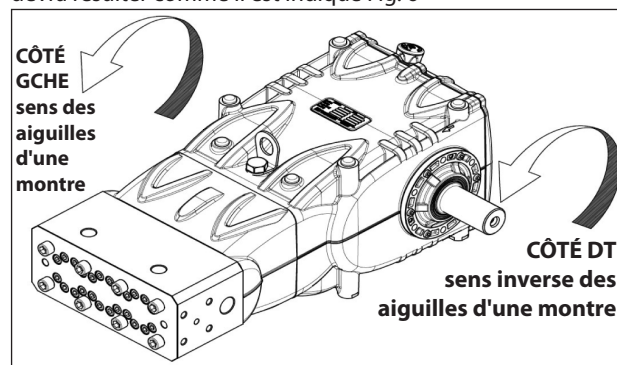

Fig. 6
En se plaçant face à la tête de la pompe, le sens de rotation devra résulter comme il est indiqué Fig. 6
N.B. La version représentée sur la Fig. 6 est de Droite.